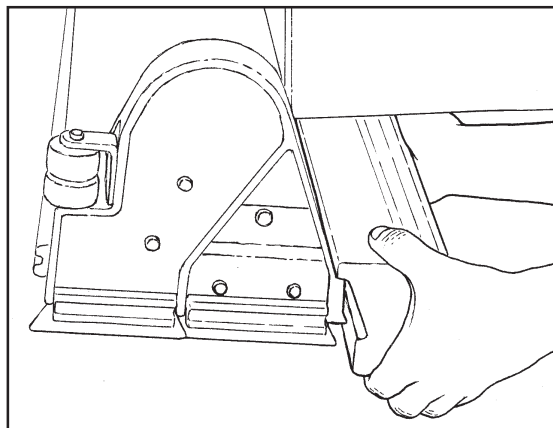

Figure 35
7. Sur les machines avec une tête de brosse cylindrique, le bac à déchets devra peut-être être vidé régulièrement pour empêcher un débordement. Pour retirer le bac à déchets de la machine, respectez la procédure suivante (Voir Figure 35).